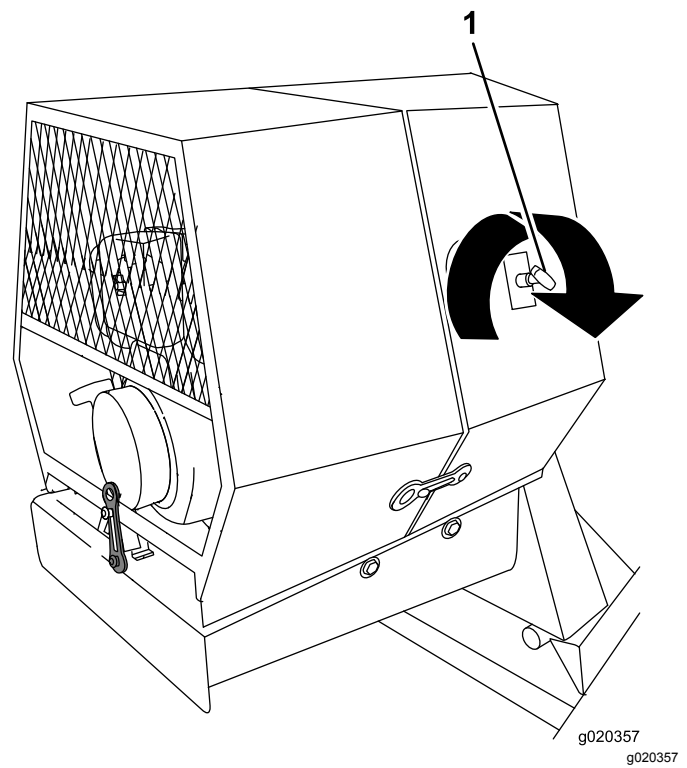

Figura 27
4. Gire la palanca de control de la velocidad del motor en sentido antihorario para desbloquearla, sáquela del todo y bloquéela girándola en sentido horario (**Figura 27**).